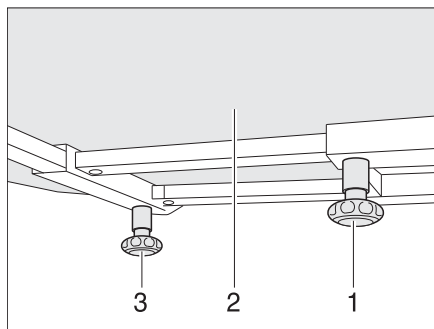

Bild 96 Fester Tisch
- Rändelschraube (Bild 96,1) lösen.
- Tischplatte (Bild 96,2) in die gewünschte Position verschieben.
- Rändelschraube (Bild 96,3) lösen.